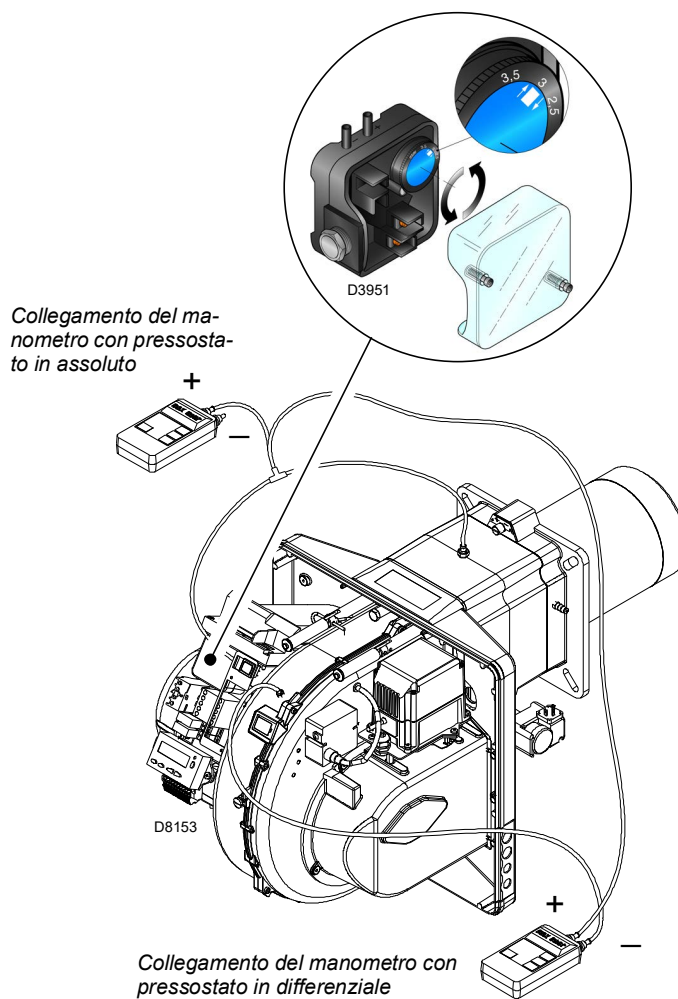

Fig. 29
- Regolare il pressostato aria (Fig. 29 a pag. 33) ad inizio scala.
Eseguire la regolazione del pressostato aria (Fig. 29) dopo aver effettuato tutte le altre regolazioni del bruciatore con il pressostato aria regolato a inizio scala.
Il collegamento del manometro è riportato in Fig. 29. La configurazione standard è quella del pressostato aria collegato in assoluto. Si noti la presenza di un collegamento a "T" non fornito. In alcune applicazioni in forte depressione il collegamento del pressostato non consente allo stesso di commutare.
In tal caso è necessario collegare il pressostato in modo differenziale, applicando un secondo tubicino tra pressostato aria e bocca di aspirazione del ventilatore. In questo caso anche il manometro deve essere collegato in differenziale, come indicato in Fig. 29.